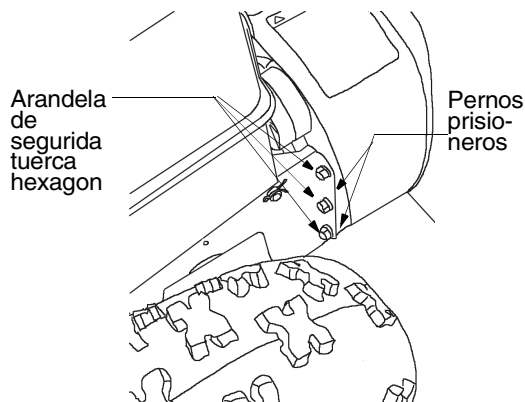

Figura 26
- Extraiga las seis tuercas hexagonales y arandelas de seguridad que fijan el conjunto del bastidor de la espiral sin fin al conjunto del bastidor. Vea la figura 26.